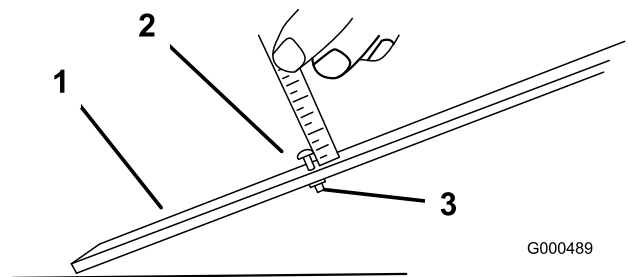

Bild 10
2. Lösen Sie die Mutter an der Messlehre und stellen Sie die Einstellschraube auf die gewünschte Schnitthöhe ein. Bild 10 Der Abstand zwischen dem unteren Ende des Schraubenkopfs und der Stirnseite der Messlehre ist die Schnitthöhe.